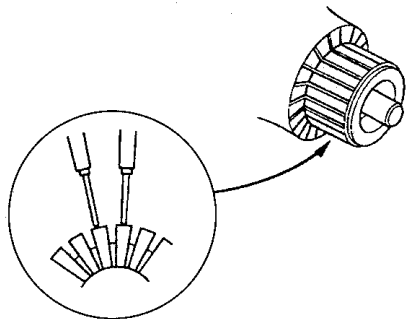

图 9-18 检查换向器导通性
8) 如图 9-18 所示, 检查换向器片之间电路的导通性, 如果存在断路, 则更换电枢。